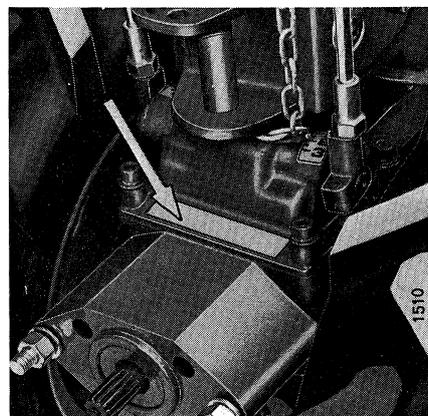

Fig. 1 - Identificazione motocoltivatore: Modello, Serie e Numero.
N.B. - La sigla del modello, la serie e il numero del motocoltivatore si trovano stampigliati sull'apposita targhetta metallica nel punto indicato dalla freccia in fig. 1.